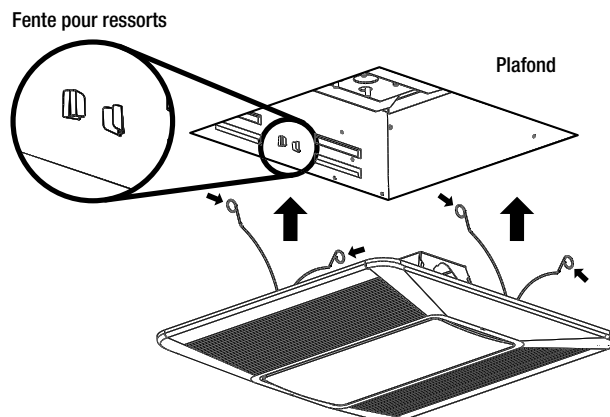

Fig. 23
- Faire un essai pour s'assurer que la lampe fonctionne, puis réinstaller le couvercle de la lampe sur la grille. Voir la figure 23.